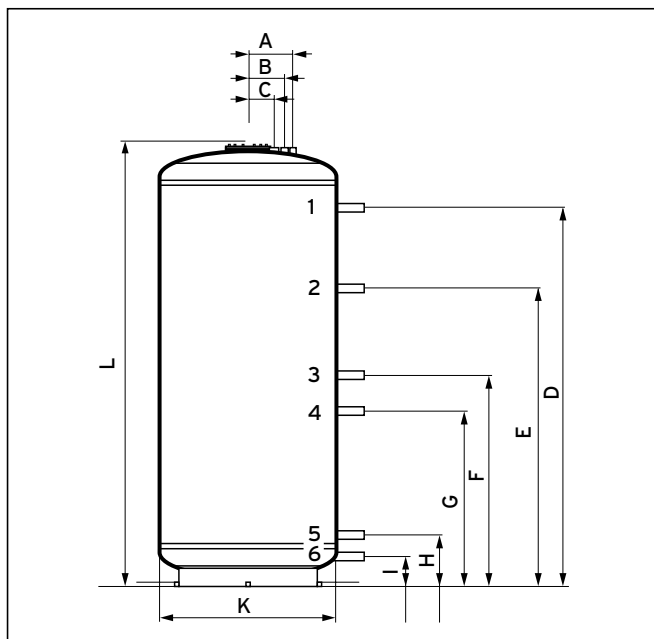

Рис. 3.1 Присоединительные размеры накопителя auroSTOR VPS SC 700
- Установите тройник с шаровым краном к подключению входа для повышения температуры (6, рис. 3.1), чтобы можно было заполнять и опустошать накопитель.
- Установите трубопровод для входа для повышения температуры (6, рис. 3.1) на накопителе.
- Установите трубопровод для выхода для повышения температуры (2, рис. 3.1) на накопителе.
- Установите трубопровод для подающей линии гелиоустановки (4, рис. 3.1) на накопителе.
- Установите трубопровод для обратной линии гелиоустановки (5, рис. 3.1) на накопителе.